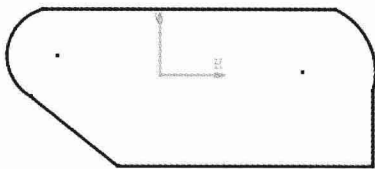

图 1.2 草图轮廓
Step2. 选取 xy 平面作为草绘平面, 绘制图 1.2 所示的轮廓。